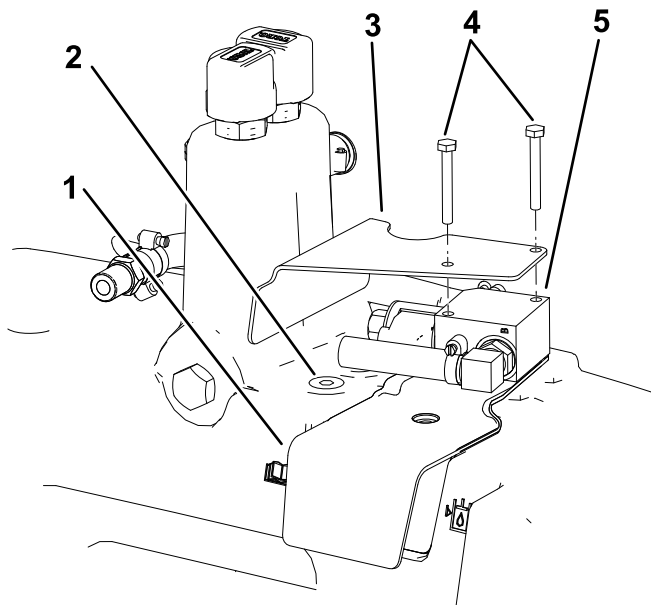

図 8
5. 90°ビード付きの油圧フィッティングをメイン油圧タンクに取り付ける 図 8。